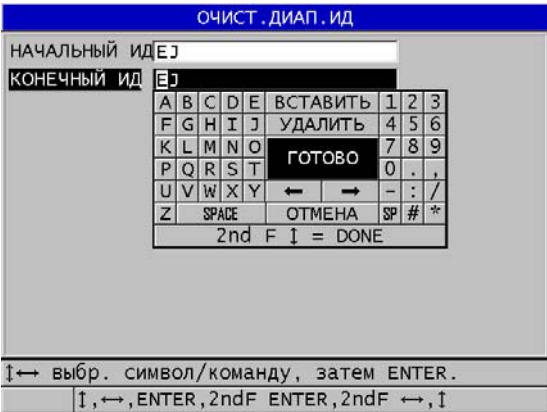

Рис. 11-21 Удаление данных диапазона ИД в активном файле
3. В окне **ОЧИСТ. ДИАП. ИД** (см. Рис. 11-21 на стр. 198):